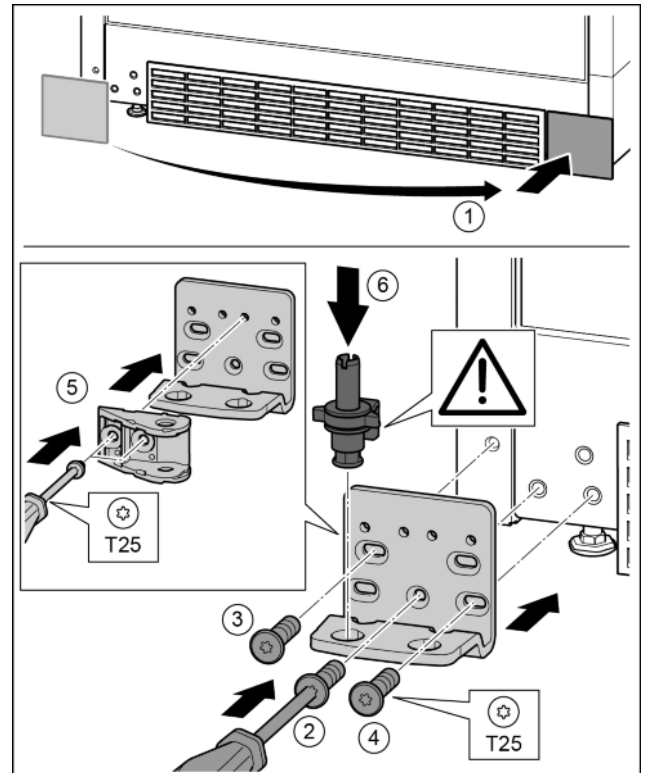

Fig. 36
- ▶ Abdeckung abnehmen und auf der anderen Seite anbringen. Fig. 36 (1)
- ▶ Lagerbock auf der anderen Seite ansetzen und mit Hilfe eines Schraubendrehers T25 anschrauben. Mit Schraube 2 unten in der Mitte beginnen. Fig. 36 (2)
- ▶ Schraube 3 und 4 festschrauben. Fig. 36 (3, 4)
- ▶ Schließdämpfverbindung um 180° drehen. Auf der anderen Seite des Lagerbocks mit Schraubendreher T25 anschrauben. Fig. 36 (5)
- ▶ Lagerbolzen komplett einsetzen. Dabei darauf achten, dass der Rastnocken nach hinten zeigt. Fig. 36 (6)